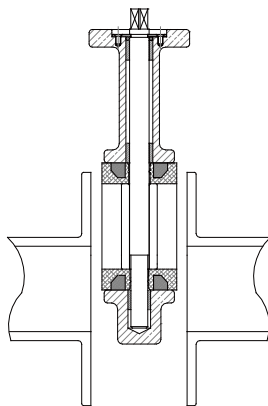

Fig. 1
- Placer butterflyventilen forsigtigt mellem flangerne med klappen i lukket position. (Fig. 1)